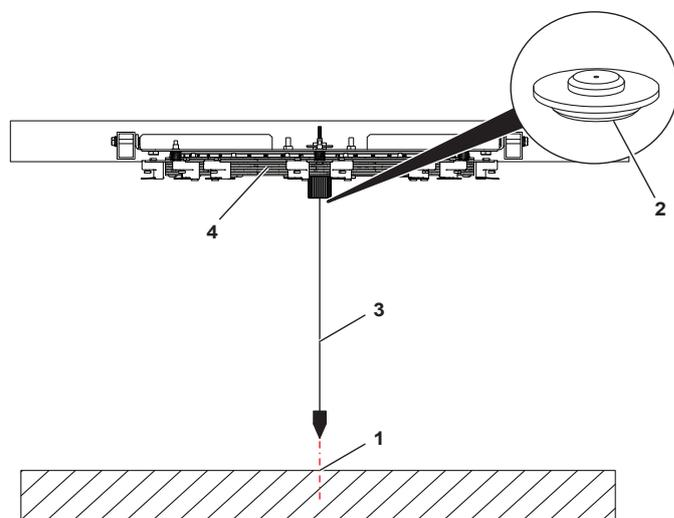

Рис. 66 Выравнивание привода
2. Вставить поставляемое приспособление с отвесом (рис. 66/2) в зубчатый вал снизу.
3. Опустить отвес и дать ему остановиться (рис. 66).